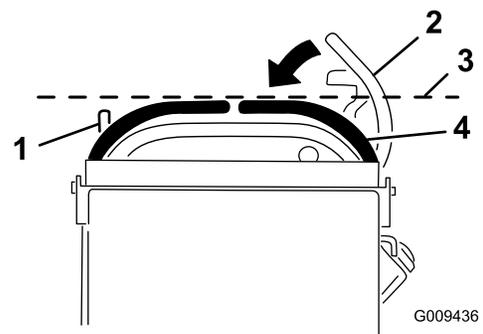

Bild 68
3. Drücken Sie den rechten Fahrtriebshebel nach unten und außen aus der arretierten Neutral-Stellung (Bild 68).
4. Prüfen Sie, ob der rechte Fahrtriebshebel mit dem linken Fahrtriebshebel horizontal eingestelt ist (Bild 68).